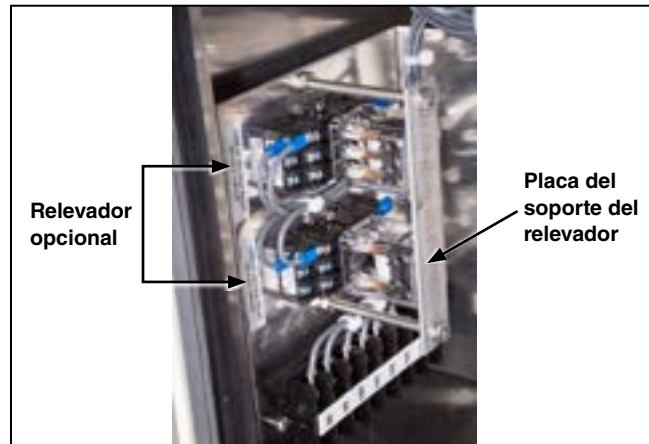

Figura 39. Verificación de que todos los relevadores opcionales estilo “ice cube” están sellados y que la placa de retención está en su lugar.
- Que cualquier relevador opcional estilo “ice cube” (utilizado para la opción de catálogo “-P” y “-T2” están totalmente sellados (Ver Figura 39 en la página 32.)